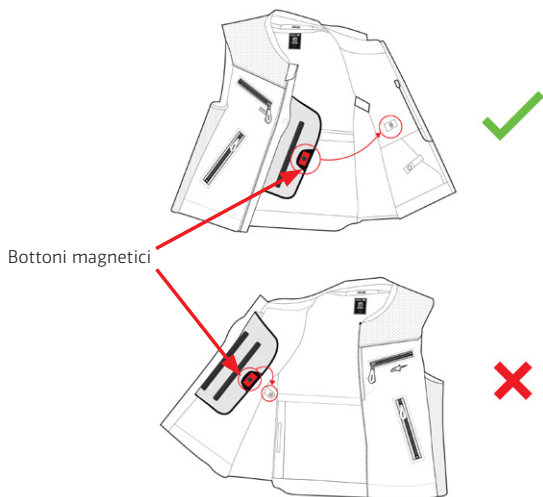

Figura 9
1. Indossare il sistema e fissare l'airbag presente nella zona del torace collegando il Bottone Magnetico del Torace (9) con il Bottone Magnetico Sinistro (11) presente sul giubbotto (Figura 9).
2. Chiudere la Zip di Attivazione (1) dal basso verso l'alto e attendere l'accensione del Sistema.
3. La corretta chiusura della Zip di Attivazione (1) e l'accensione del Sistema sono segnalate dall'accensione del display a LED (2) e dalla presenza di una vibrazione nella stessa area.
4. Una volta acceso il sistema, controllare il display a LED (2) per verificare che il sistema si sia avviato correttamente (vedere la sezione 13 "Indicazioni del display a LED"). In particolare, l'utente deve verificare che, dopo l'avvio del Sistema, non siano presenti anomalie del Sistema.